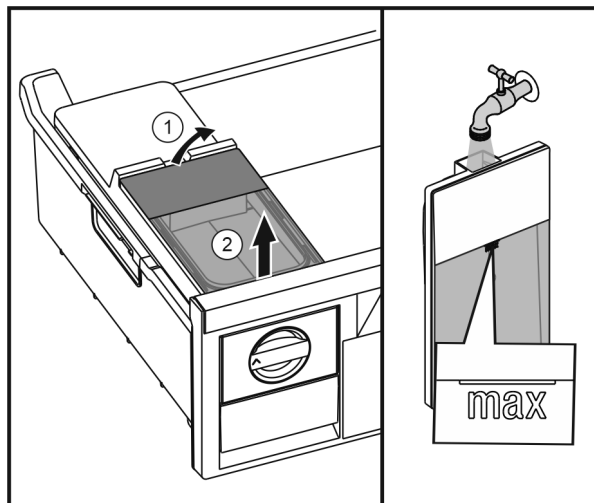

Fig. 45
- Zvedněte vzadu nádržku na vodu Fig. 45 (1) a poté ji vyjměte směrem nahoru Fig. 45 (2).